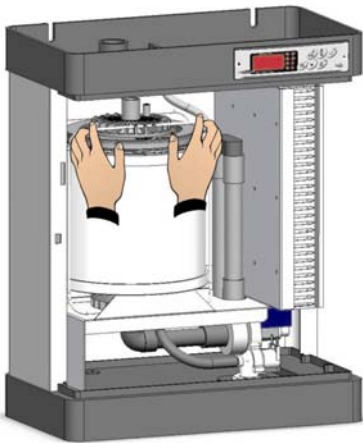

Fig. 27
2. Détachez le ressort en façade fixant la bride vapeur supérieure et déplacez-le à l'extérieur du cylindre (Fig. 27, 28, et 29).